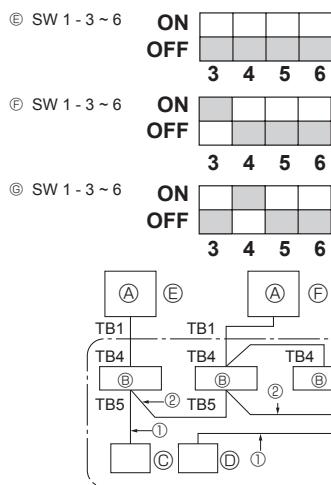

Fig. 9-1
9. Controlo do sistema (Fig. 9-1)
| 4. Montering af kølemiddelrør | 8 | 9. Systemkontrol (Fig. 9-1) | 16 |